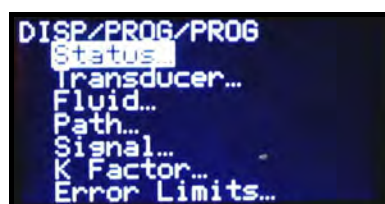

Figure 36: Le menu PROG
3. Utilisez les touches [▲] et [▼] pour accéder au canal souhaité, puis appuyez sur [ENT]. L'écran qui s'affiche est analogue à celui de la Figure 36 ci-dessous.